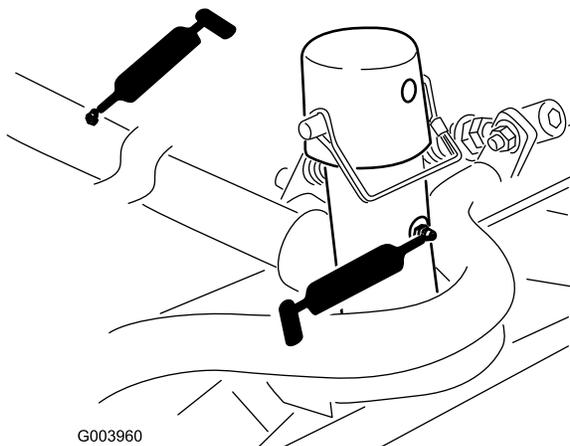

図 45
- カuttingユニットのキャリアフレームとピボット各 (図 45)